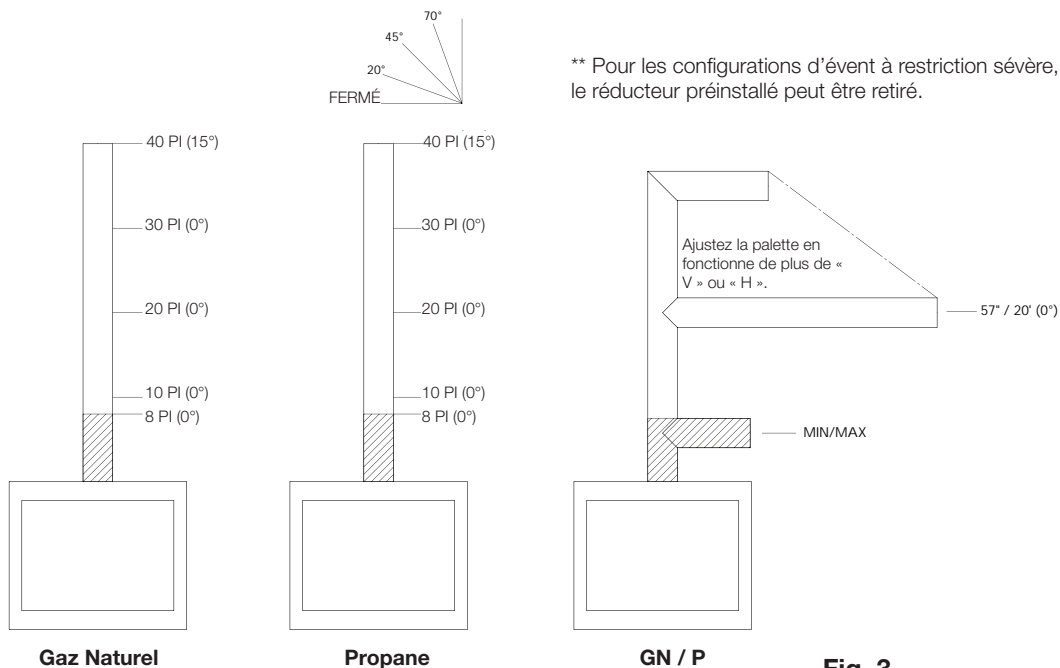

Fig. 3
- En fonction de la quantité de restriction souhaitée, la plaque de restriction (fournie) peut être installée à plat pour la restriction la plus élevée ou pliée pour différents degrés de restriction (voir la figure 3 pour le guide de restriction).